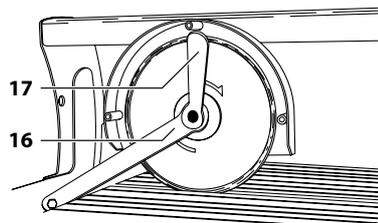

Рис. 4
4. Установите в основание поддон (4) и закрепите его на основании с помощью скоб (3) и винтов-барашков (2). Установите в поддон само изделие.
**Замена отрезного диска** (Рис. 4)